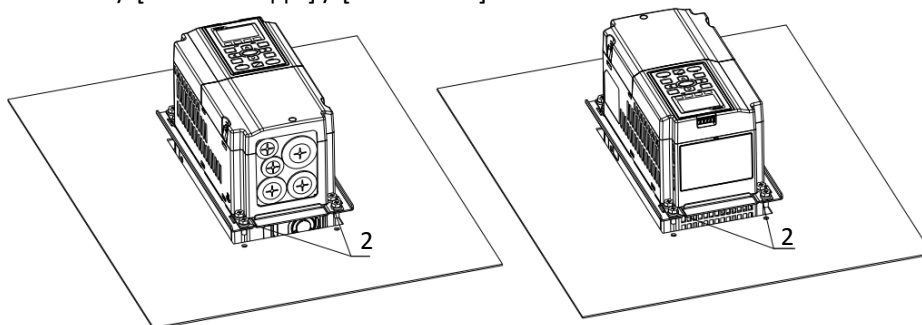

Рис. 4
4. Монтаж на панель, установите 4 винта 2 (M6) (рис. 4) через детали 2 и 3 и панель, затем затяните их. Момент: 25-30 кг-см / [21.7-26 Ф-дм] / [2.5-2.9 Нм]